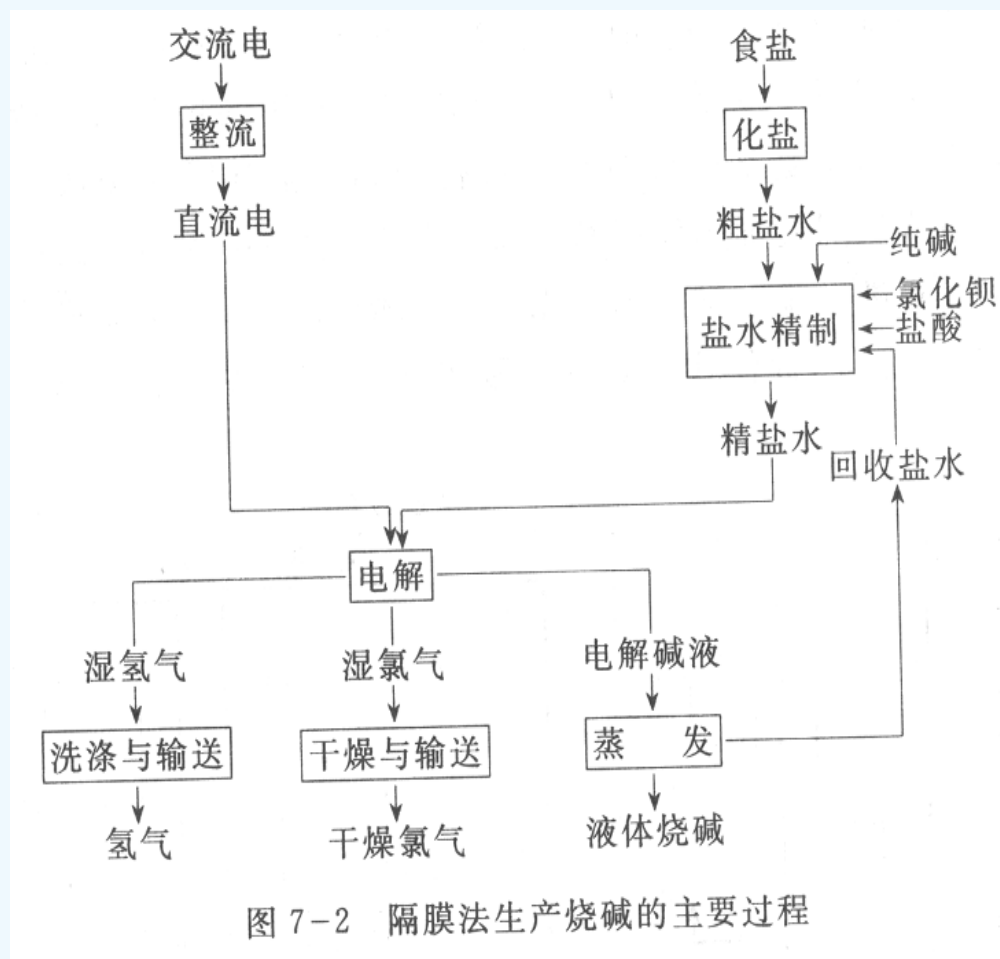

图 7-2 隔膜法生产烧碱的主要过程
- 隔膜法生产烧碱的主要过程如图7-2所示。从隔膜电解槽出来的电解液中NaOH的含量较低，